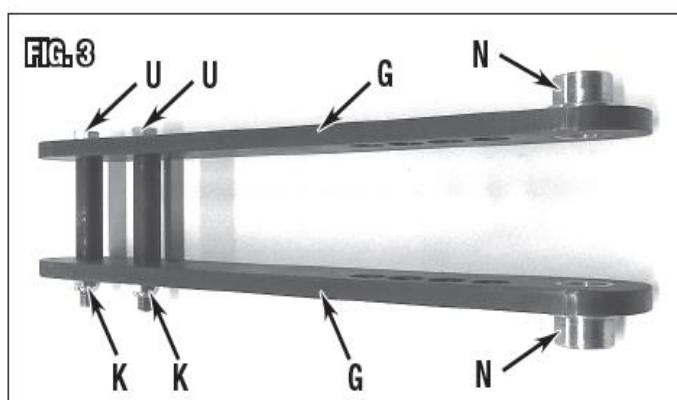

Рис. 3
1. Поместить одно из двух приводных звеньев (G) на чистую, горизонтальную рабочую поверхность.
2. Приготовить два комплекта болт 12 мм/шайба/распорная втулка/гайка. Поместить две распорные втулки (H) Ø3/4" x 2-13/16" [Ø19x72 мм] между двумя приводными звеньями (G) (Рис 2).
3. Надеть шайбу (I) 12 мм на болт (J) M12x120 мм, затем вставить в отверстие 13 мм в верхнее приводное звено, распорную втулку (H) и нижнее приводное звено (G). Поместить шайбу (E) 12 мм между болтом и гайкой M12 (K) затянуть гайку руками. Установить второй болт аналогично.
4. Проверка выравнивания: Временно вставить два штифта (L) и (M) Ø7/8" [Ø22 мм] в два из четырех отверстий диаметром 22,5 мм в обоих приводных звеньях (G), чтобы выровнять их. Затянуть болты (J) M12 и гайки (K) M12, затем убрать штифты.
5. Вставить две латунные фланцевые втулки (N) в отверстия большого диаметра 32 мм с фланцами на внешних сторонах приводных звеньев (Рис. 3).